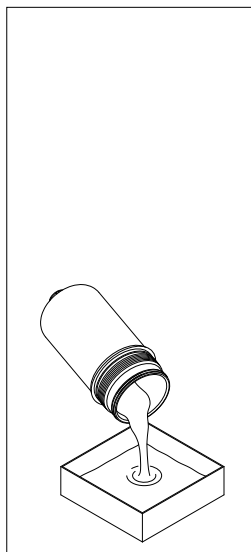

fig. 5
- (Fig. 5) In assenza di tappo di drenaggio, svuotare il fluido di lavoro dal contenitore al recipiente di raccolta